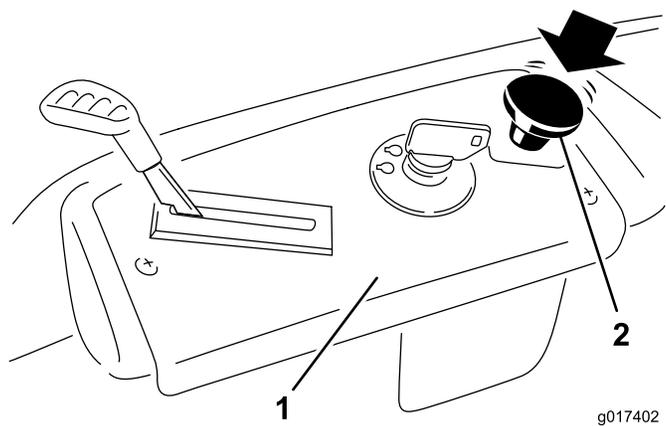

Figura 16
Presione hacia abajo del mando de control de las cuchillas para desplazarlo a la posición de Desengranado y desengranar las cuchillas (Figura 16).
- Desengrane las cuchillas moviendo el mando de control de las cuchillas a Desengranado (Figura 16).